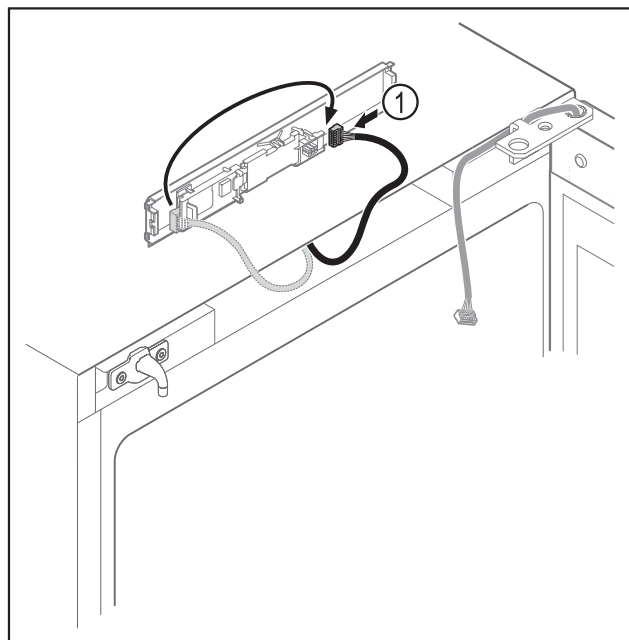

Fig. 13
- ▶ Přepojte zástrčku Fig. 13 (1) na desce.